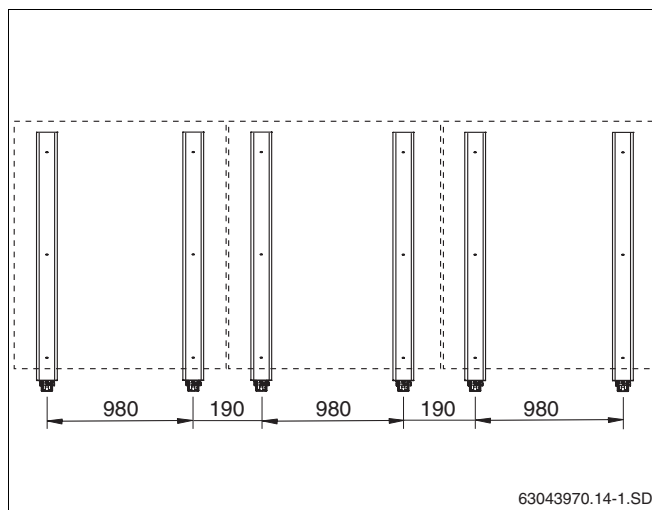

Fig. 25 Modelo para cargas máximas, 3 colectores verticales
5.2.2 Modelo para cargas máximas (accesorio, fig. 25)